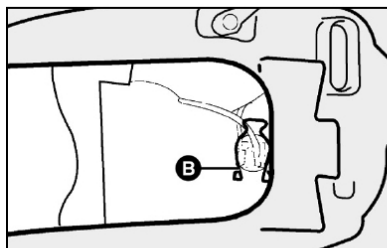

fig. 21
3) retirar o porta-lâmpada pressionando as presilhas **B**-fig. 21 abrindo-as lateralmente;